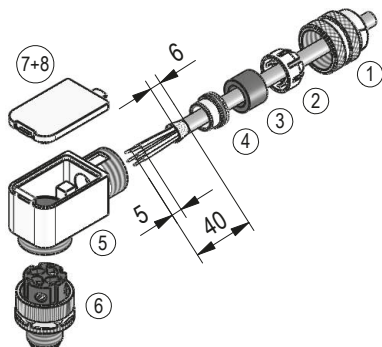
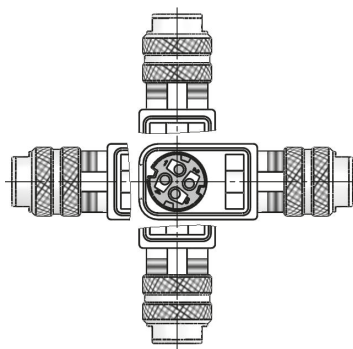

Abb. 8: Gegenstecker M12 gewinkelt
Abb. 9: Winkelstellungen
- Zubehör SIKO Art.Nr. "87600" M12 D-kodiert (Stift 4 pol. Ethernet Port 1 (IN) + Port 2 (OUT)) (Abb. 8 + Abb. 9).
#### Montage (Abb. 8)
### Ändern der Winkelstellung (Abb. 9)